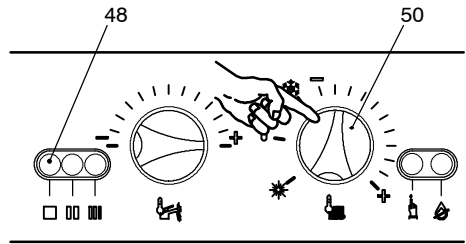

fig. 6.6
- 17 Nel pannello comandi ruotare il selettore di funzione 50 come in fig. 6.6